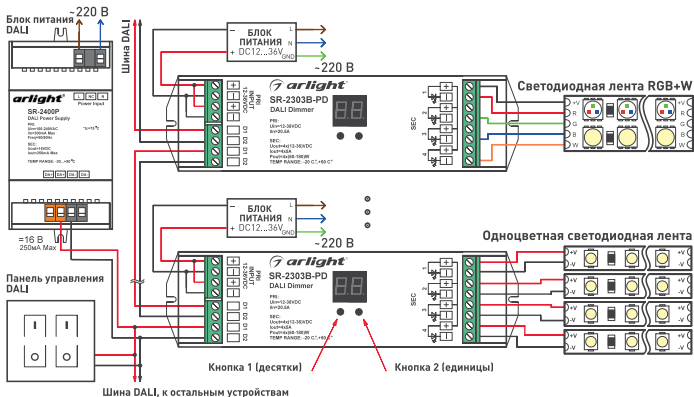

Рис.1. Схема подключения диммера для использования с одноцветной и RGBW лентой.
- 3.3. Подключите светодиодную ленту или другой совместимый светодиодный источник света к выходу диммера, соблюдая полярность и порядок подключения проводов (Рис. 1).